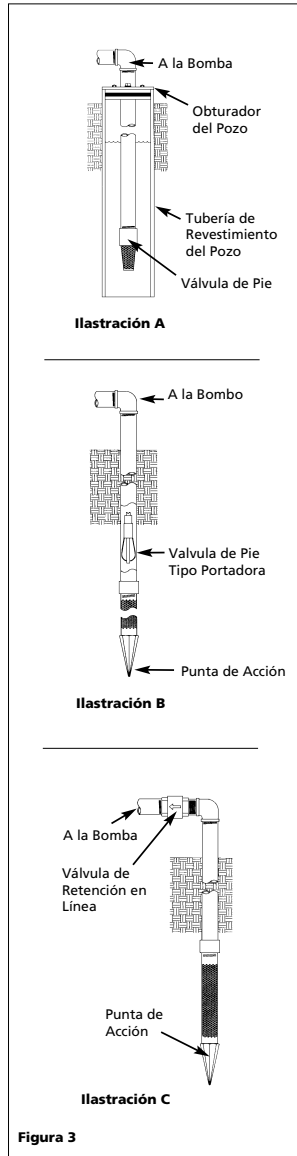

Figura 3
1. Instale una válvula de aspiración en la primera sección del tubo (Figura 3, Ilustración A).
NOTA: Se puede instalar en el pozo una válvula de aspiración de tipo tampón (Figura 3, Ilustración B). Este de tipo de válvula de aspiración permite que el pozo se llene con agua cuando se está cebando y permite verificar con mayor facilidad si hay escapes en la tubería de ingreso. Cuando instale la válvula de aspiración de tipo tampón siga las instrucciones del fabricante.
Como alternativa, se puede usar una válvula unidireccional en la tubería de un pozo excavado (Figura 3, Ilustración C). La tubería entre la válvula unidireccional y el nivel de agua estará siempre bajo un vacío.